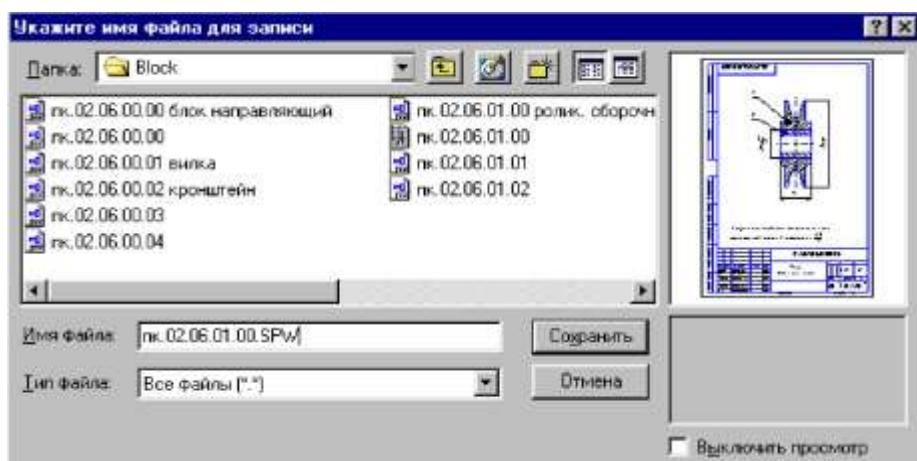

Рисунок 10.8 – Сохранение спецификации
3. Выполните команду **Файл – Сохранить как**. В диалоговом окне Укажите имя файла для записи откройте папку Blok, а в поле Имя файла введите имя документа **пк.02.06.01.00.SPW** (SPW – расширение спецификаций). Запишите документ на диск щелчком на кнопке Сохранить (рисунок 10.8).